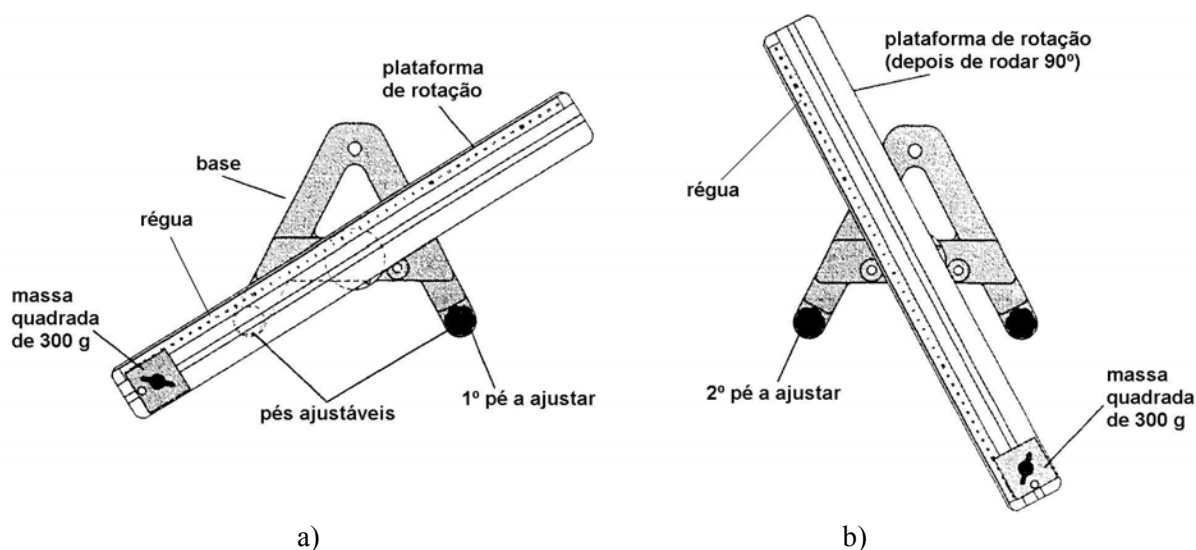

Figura 1
3.1.1. Repare que a base tem a forma de um A (fig. 1). Vire-o para si. Comece, propositadamente, por desnivelar a base colocando uma massa quadrada de 300 g em cada um dos extremos da calha de alumínio da plataforma de rotação (fig. 1) e rodando os pés ajustáveis da base aleatoriamente. Em seguida, retire uma das massas, deixando apenas a do lado esquerdo da calha, quando a régua está na orientação indicada na figura 1-a). Aperte bem o parafuso para que a massa não deslize.